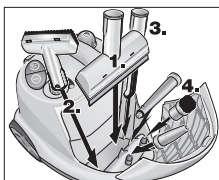

Рис. 10: відділення для приладдя
- Помістіть ручне сопло, віконне сопло, сопло точкового струменя та дрібне приладдя у відділення для приладдя (див. рис. 10).